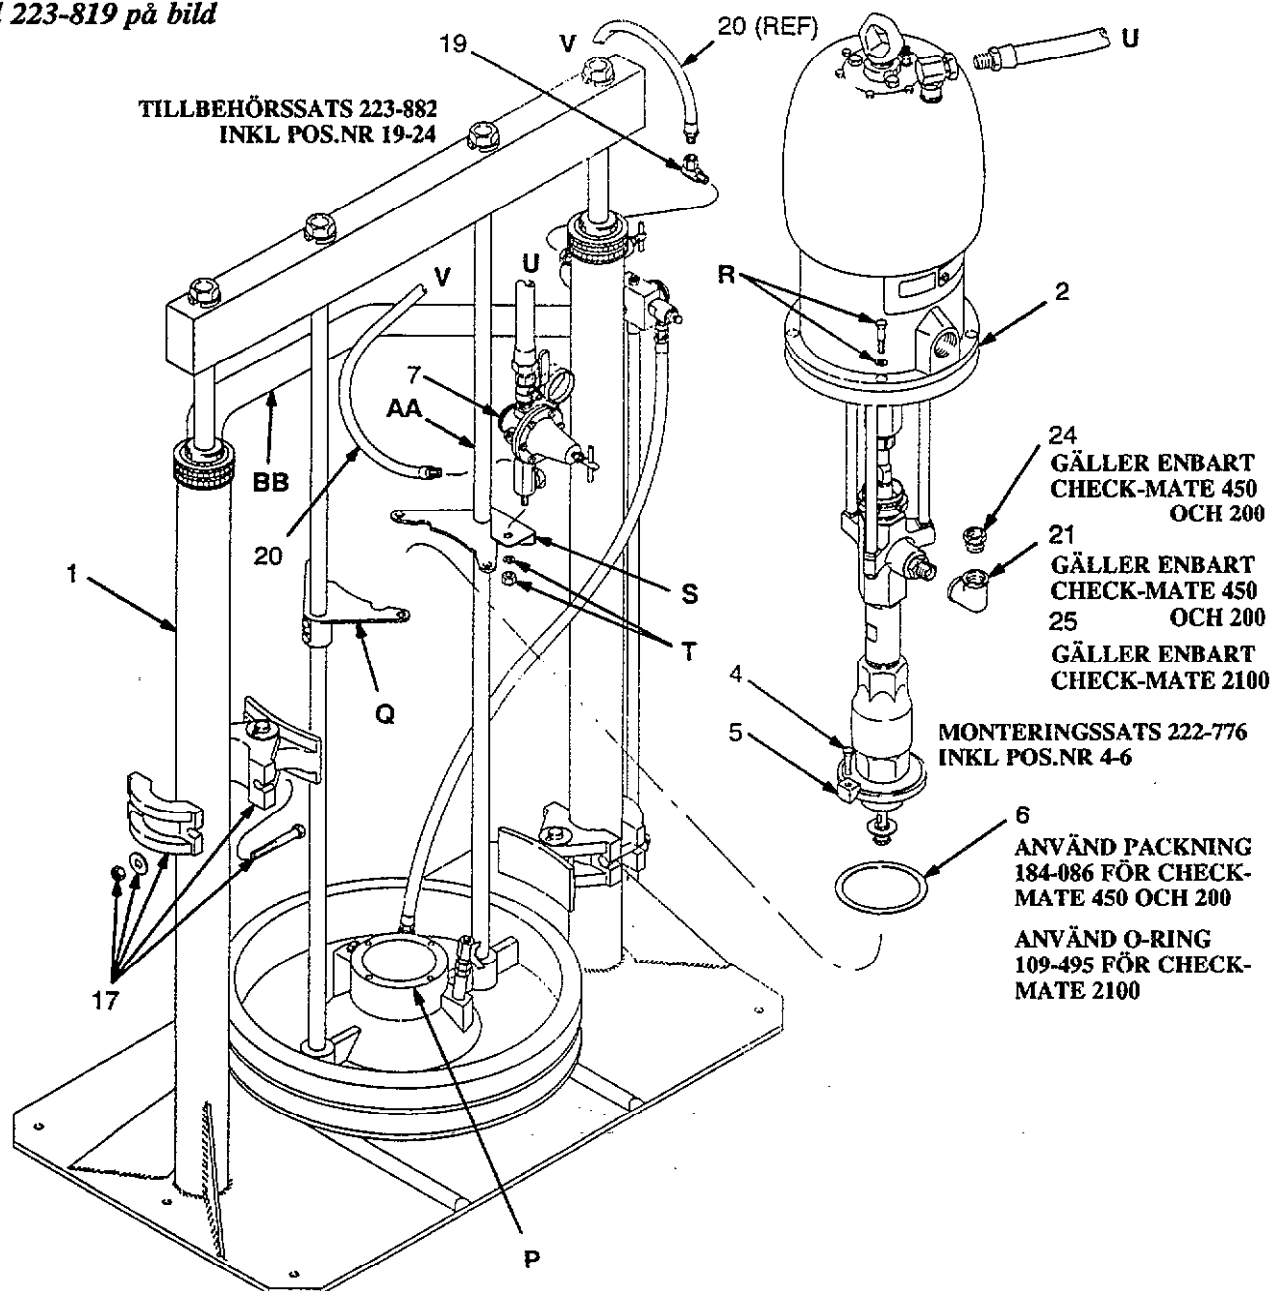

Fig 2
1. Sätt packningen eller O-ringen (6) från Monteringsatsen 222-776 på plats i tryckplattan (P). Se anvisningen i fig 2.
2. Sänk ned pumpen (2) i tryckplattan (P), fäst de fyra fästena (5) och skruvarna (4). Montera pumpen på de två konsolerna (Q) med skruvarna och brickorna (R) som levereras med ramen.
3. Montera de två fatklamrarna (17) på ramens luftcylindrar (1) för att fixera 200 liters fatet.
4. Montera tryckluftsregulatorsatsen (7) på den speciella konsolen (S) och fäst den med muttern och brickan (T). Anslut luftslangen (U) till pumpens luftintag.
5. Check-Mate 450 och 200 Pumpar, skruva in bussningen (24) i knäröret (21), skruva sedan in knäröret i pumpens uttagsnippel så att bussningen är vänd uppåt. För Check-Mate 2100 Pumpar, skruva den rörliga muttern i unionkopplingen (25) på pumpens uttagsnippel så att den utvändiga gången är vänd uppåt.
6. Skruva in union kopplingens (19) 1/4" NPT utvändiga gänga i ramens tryckluftregulator med 1/4" NPT(f) intag.
7. Anslut luftslangens (20) ena ände i luftfördelarens 1/4" NPT(f) anslutning. För luftslangens andra ände förbi ramens stagstång (AA) över toppbalken (BB) baktill på ramen och anslut den till unionkopplings rörliga mutter (19) på ramens tryckluftregulator (se fig 2).